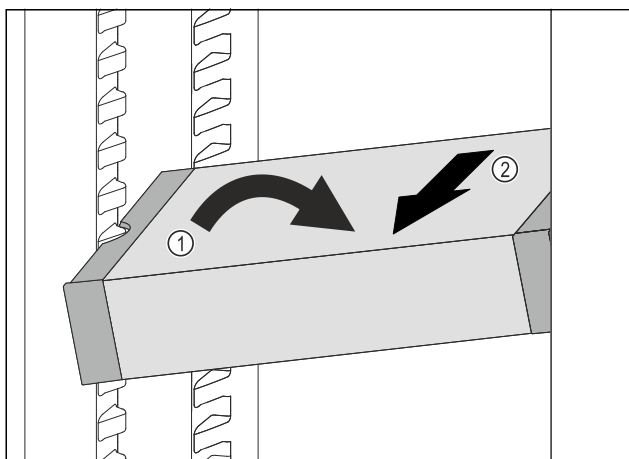

Fig. 98
- Coloque el VarioSafe en el compartimento del frigorífico en posición oblicua. Fig. 98 (1)
- Extraiga el VarioSafe hacia delante. Fig. 98 (2)